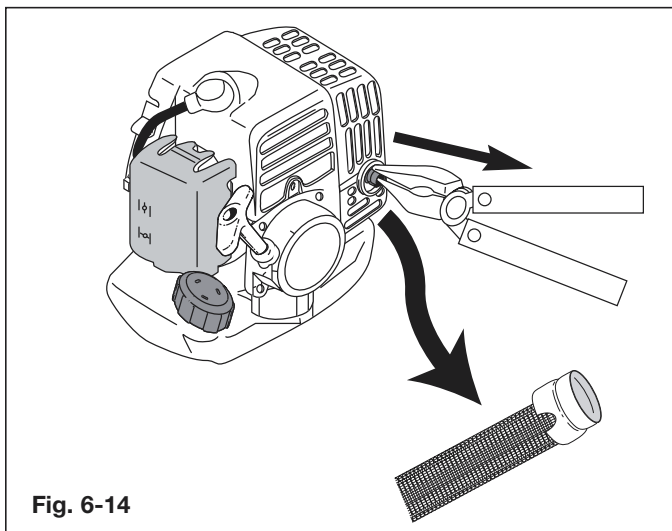

Fig. 6-14
- Use un alicate puntiagudo para agarrar el cuello del parachispas y hálalo del silenciador. (Fig. 6-14).